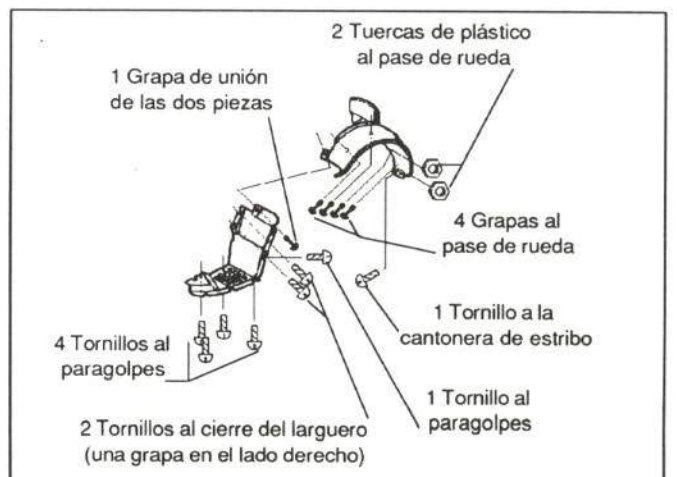

Figura 14.- Unión del guardabarros delantero
- Parte anterior de cada guardabarros delantero (figura 14)
- Parte anterior del guardabarros delantero (figura 14)
- Guardabarros delantero (figura 14)